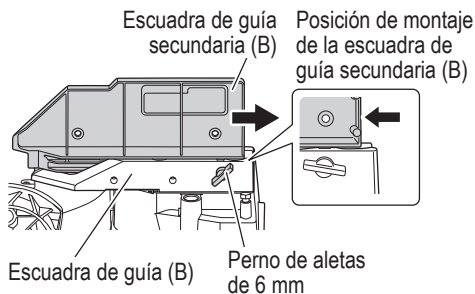

Fig. 12
Quando corte en bisel hacia la izquierda, afloje el perno de aletas de 6 mm, luego deslice la guía auxiliar (B) hacia afuera, como se indica en la Fig. 12.
En el caso del corte en ángulo directo y el corte en ángulo a bisel derecho, deslice hacia adentro hasta alcanzar la posición donde la escuadra de guía secundaria (B) hace tope y fíjela con un perno de aletas de 6 mm. (como se muestra en la Fig. 12).
Quando cambie el ajuste, rote los tornillos de fijación de 8 mm para cambiar su altura (Fig. 13-a, Fig. 13-b). Al cambiar el ángulo a bisel izquierdo de 45°, afloje el perno de aletas de 6 mm mostrado en la Fig. 12, deslice la escuadra de guía secundaria (B) hacia afuera e incline el cabezal del motor hacia la izquierda.